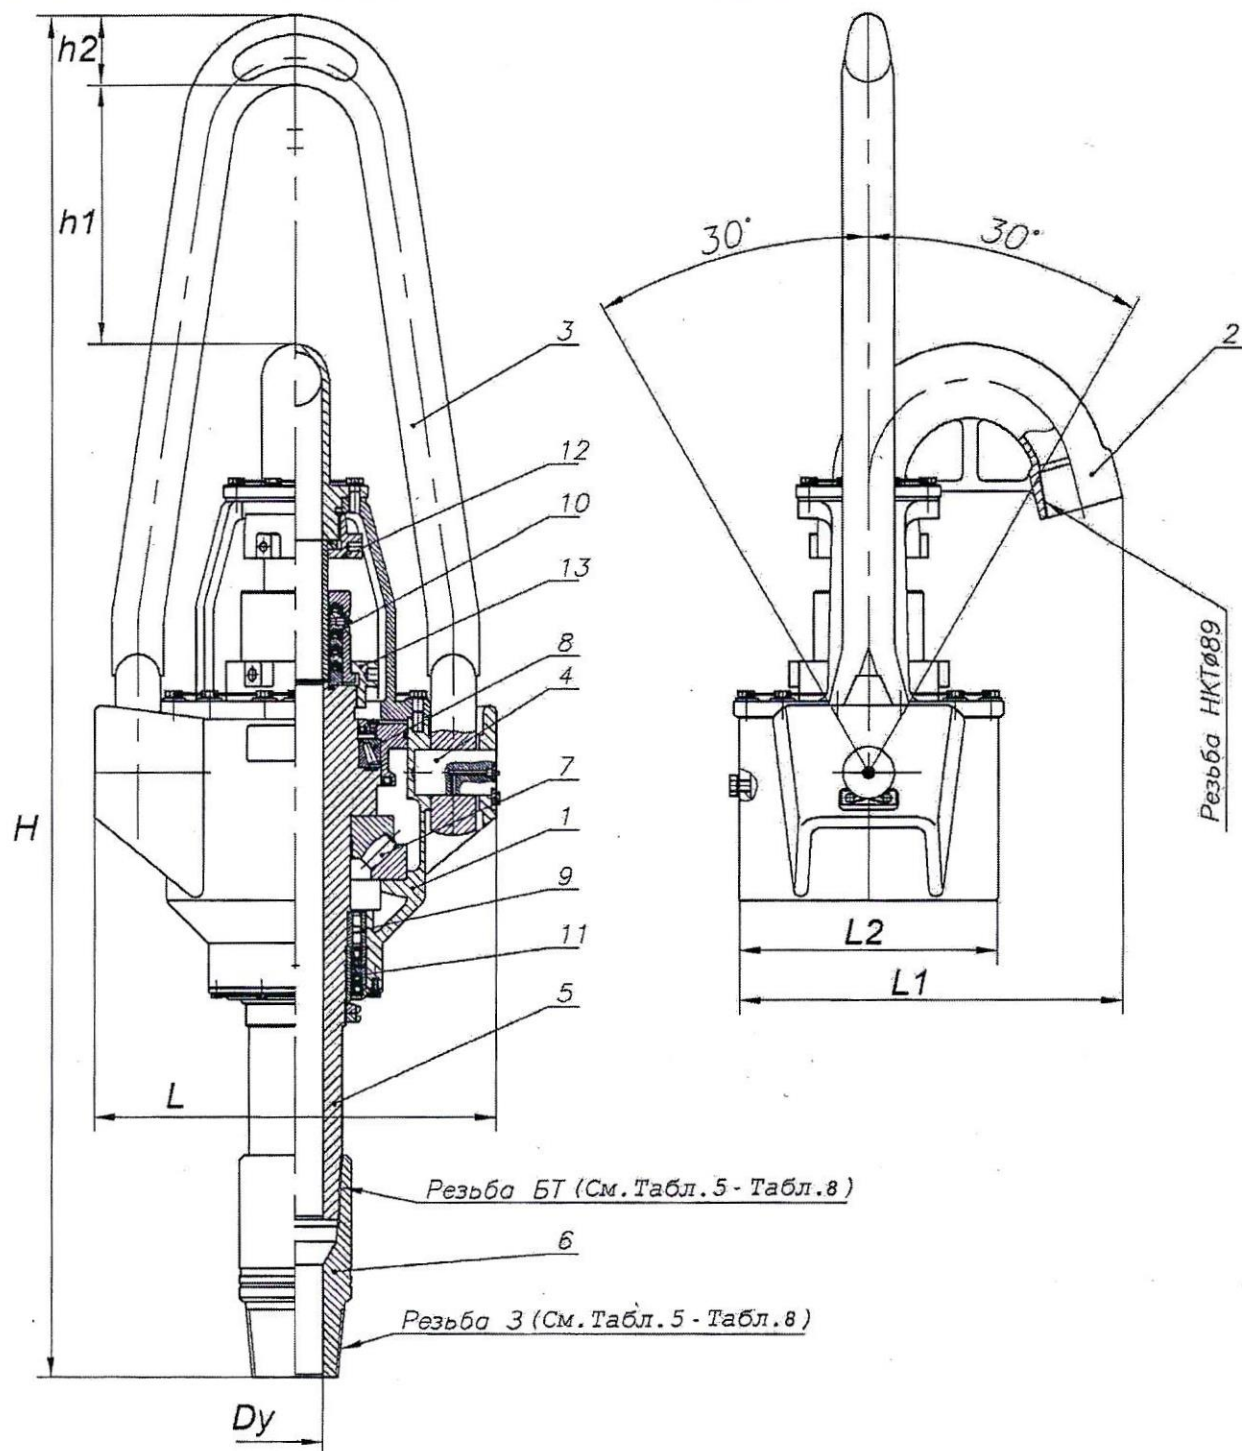

Рис. 1
8.1. Вертлюг состоит (рис.1) из корпуса 1 с подводом 2, штопа 3, установленного в проушинах корпуса 1 с возможностью качания на пальцах 4, ствола 5 с переводником 6, установленным на подшипниках 7,8 и 9 с возможностью вращения в корпусе 1, и уплотнений верхнего 10 и нижнего 11.